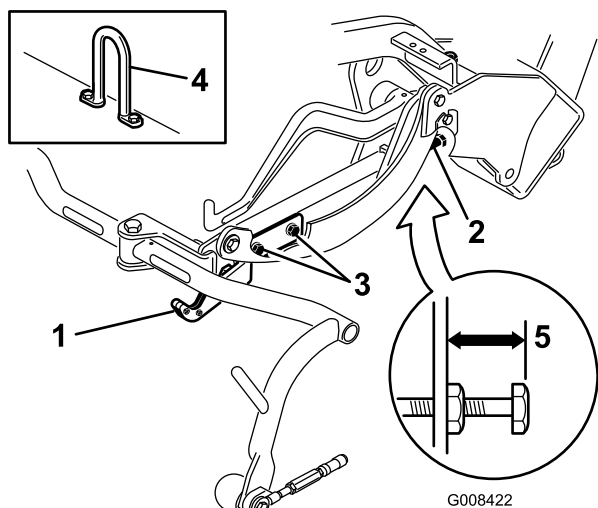
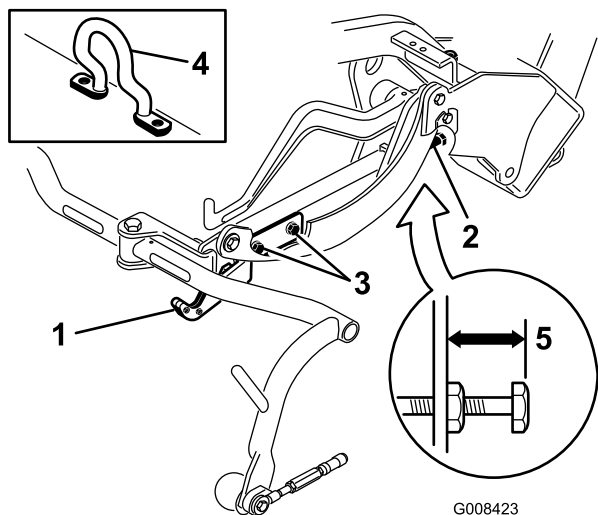

Figure 20
Figure 21
Vérifiez la hauteur de transport (Figure 19 et Figure 20) et ajustez-la au besoin.
- Sur les plateaux de coupe équipés d'un maillon de chaîne ou d'un crochet de levage droit (Figure 19 et Figure 20, détails), vérifiez qu'un espace de 22 mm existe entre le haut de la vis de réglage du bâti porteur et l'arrière du bâti porteur. Si l'espace n'est pas correct, passez à l'étape 4. Si le plateau de coupe est équipé d'un crochet de levage décentré (Figure 21), passez à l'étape suivante.
3. Sur les plateaux de coupe équipés d'un crochet de levage décentré (Figure 21, détails), vérifiez qu'un espace de 25 mm existe entre le haut de la vis de réglage du bâti porteur et l'arrière du bâti porteur. Si l'espace n'est pas correct, passez à l'étape 4.
4. Desserrez les vis de la plaque de transport (Figure 19, Figure 20 et Figure 21).
7. Si les bâtis porteurs ne sont pas tous à la même hauteur, desserrez l'écrou de blocage de la vis de réglage de chaque bâti (Figure 19, Figure 20 et Figure 21). Tournez la vis vers l'extérieur pour élever le bâti ou vers l'intérieur pour l'abaisser. Serrez l'écrou de blocage une fois la hauteur correcte obtenue.